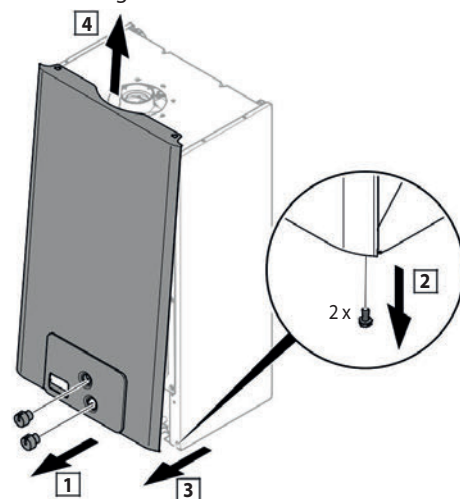

Figura 4.3
- Smontare il rivestimento frontale, come indicato in Figura 4.3.